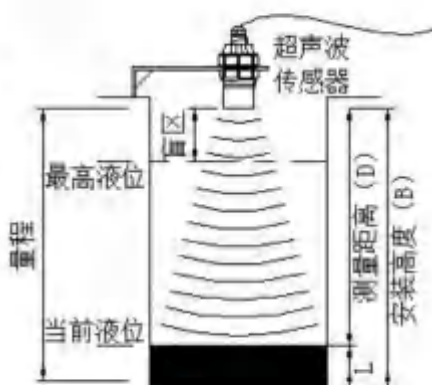

图 2-3
使用此功能时物位仪显示值为液面的高度 (D)。如图 2-3 所示：
由于超声波液位计存在一定距离的盲区，在安装时一定要避开盲区范围，以防液位升高进入液位计的盲区范围以内而造成测量错误。所以安装位置高度的理想位置为：最高水位+盲区距离+10CM，如图 2-3 所示：